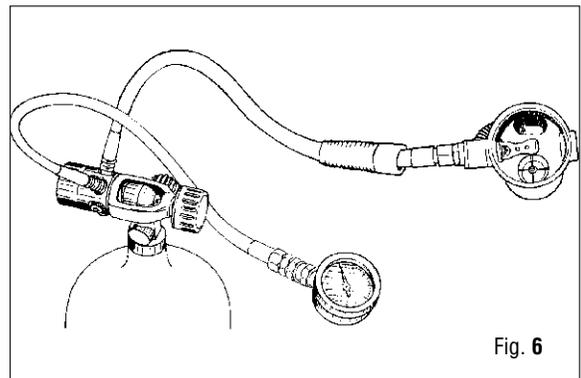

Fig. 6
3. Posicione el grupo en la grifería (del banco test o de una botella). (Fig. 6)